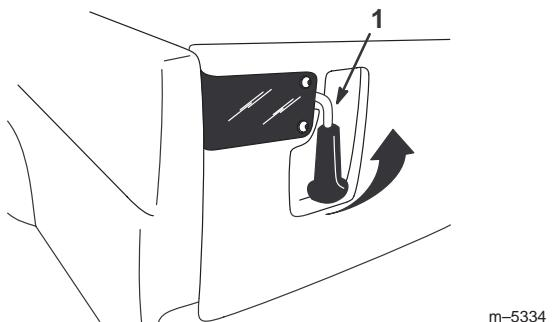

Bild 13
1. Heben Sie die Riegelgriffe an, um die Riegel an der hinteren Bordwand zu öffnen (Bild 13). Diese schnappen dann in Richtung der Mitte der hinteren Bordwand aus. Senken Sie die hintere Bordwand langsam ab.